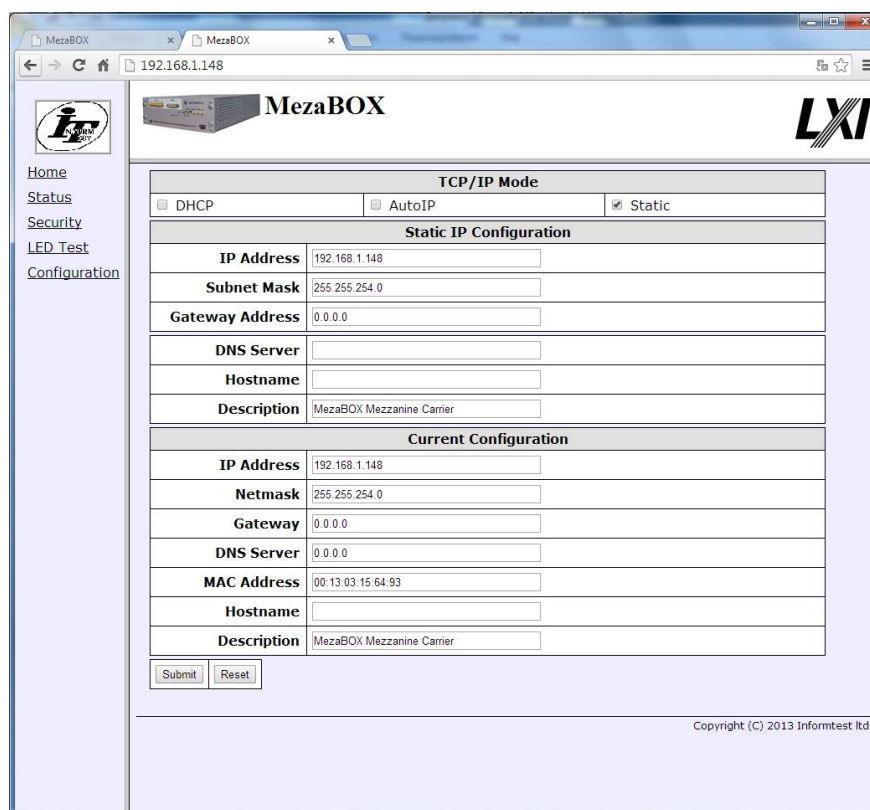

Рисунок 17
5) **Configuration** – конфигурирование работы lan, а также отображение текущей конфигурации (рисунок 17).